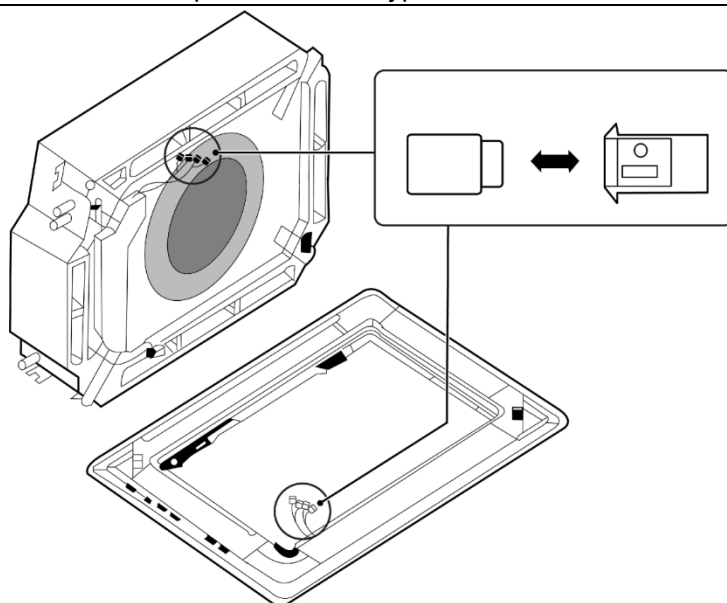

Fig.4.4.3
- (3) Collegare i terminali (femmina) del pannello di decorazione ai terminali (maschio) del corpo come illustrato nella Fig. 4.4.3.